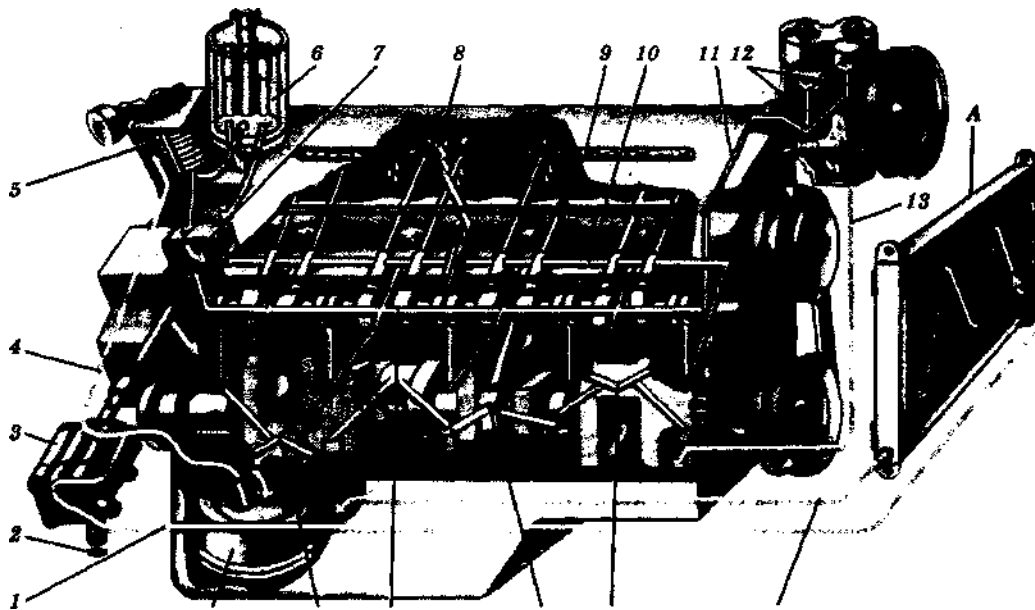

Рис. 8. Схема системи мащення двигуна ЗІЛ-130 (ЗІЛ-508.10):
13. Вивчіть оливо-приймач, оливний насос (рис. 8, 10) та його привід.